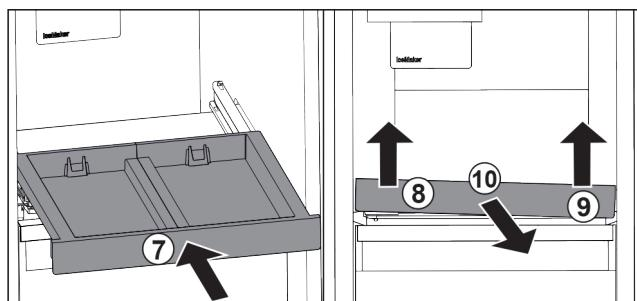

Fig. 106
- Вставити витяжну панель. Fig. 106 (7)
- Підняти витяжну панель спереду ліворуч. Fig. 106 (8)
- Підняти витяжну панель спереду праворуч. Fig. 106 (9)
- Витяжну панель витягнути вперед. Fig. 106 (10)